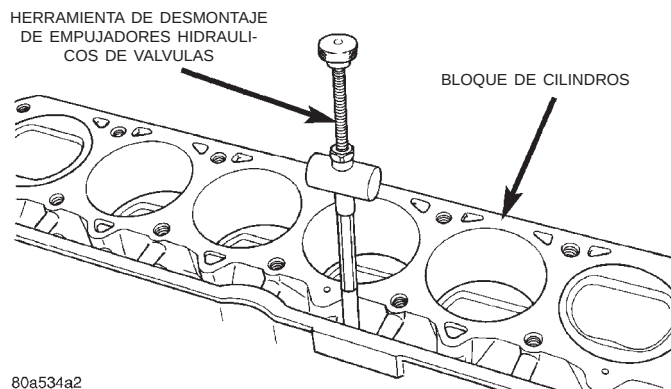

Fig. 37 Herramienta de desmontaje e instalación de empujadores hidráulicos de válvulas
- (1) Retire la culata de cilindros del motor (consulte el apartado Desmontaje e instalación de la culata de cilindros en esta sección).
- (2) Retire las varillas empujadoras.
- (3) Retire los empujadores a través de las aberturas de las varillas empujadoras de la culata de cilindros, con una herramienta de desmontaje e instalación de empujadores hidráulicos de válvulas (Fig. 37).